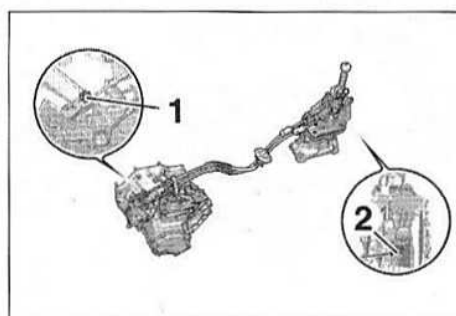

FIG.18
- l'agrafe de verrouillage (1) du câble de sélection (Fig.18),
- l'agrafe de verrouillage (2) du câble de passage.